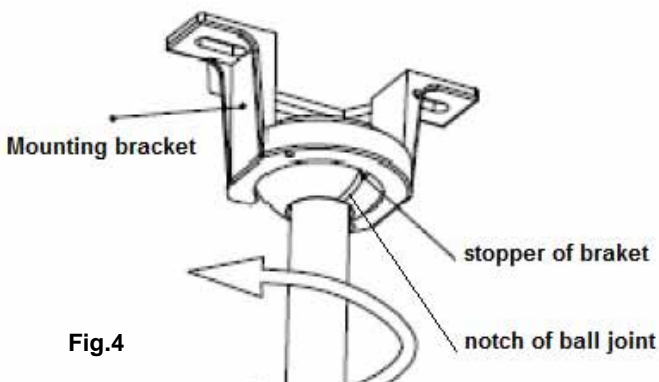

Fig.4
2. Til de ventilator op de montagebeugel. Fig. 4